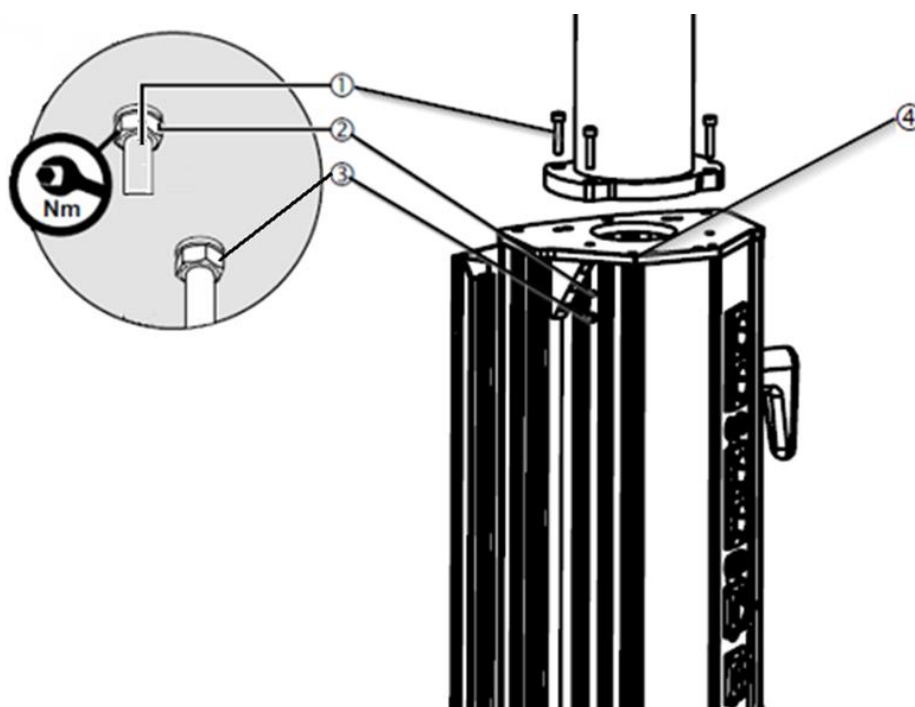

Fig. 19 Démontage / montage de la tête de service sur le tube de descente.
- Faites passer les tuyaux de gaz par le trou supérieur de la tête d'entretien. Voir la figure 19.